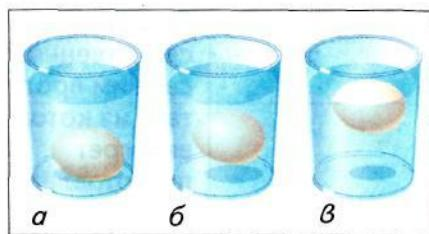

Рис. 98. Определение свежести яиц
2. Погружение в воду. В стакан наливают воду и растворяют 1 столовую ложку соли, осторожно опускают туда яйцо. Качество определяют по положению яйца (рис. 98).
Опустилось на дно стакана	Яйцо свежее (рис. 98, а)
Плавает чуть выше дна	Недостаточно свежее (рис. 98, б)
Находится на поверхности жидкости	Недоброкачественное (рис. 98, в)